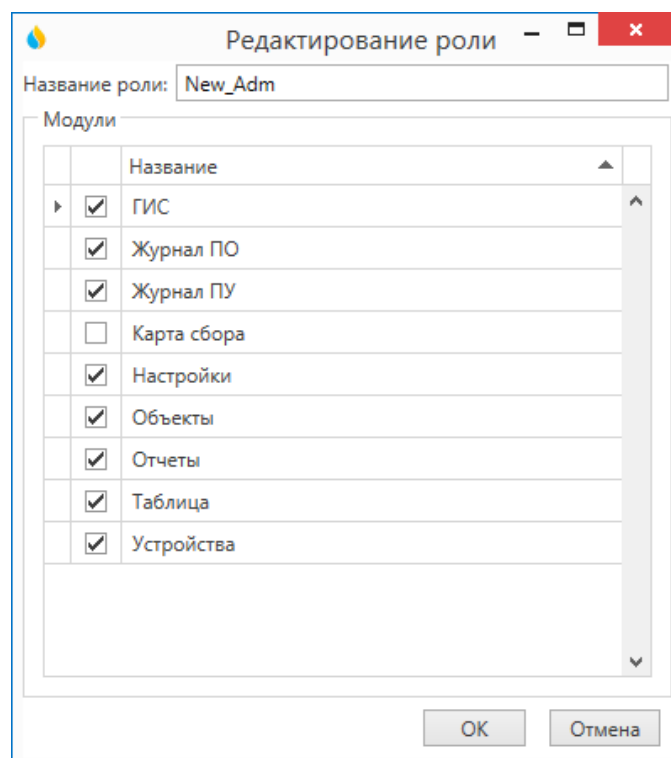

Рис. 29 Окно «Редактирование роли»
- в появившемся окне «Редактирование роли» (рис. 29) изменить имя или состав разрешенных блоков в соответствующих полях;